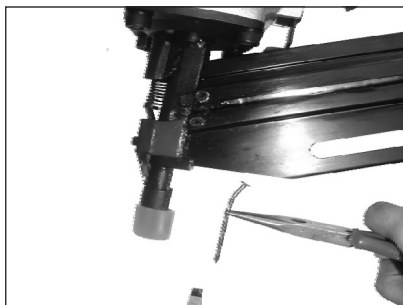

Рисунок 9
2. Используйте пинцет или ему подобный инструмент для удаления заклинивших гвоздей (рис. 9).